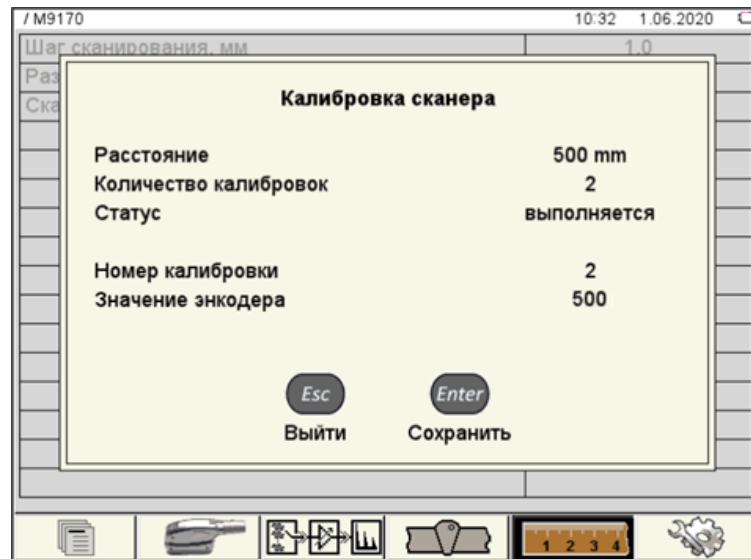

Рисунок 17
2.3.12 При достижении выбранного количества калибровок нажать клавишу  (Сохранить) (рисунок 17).